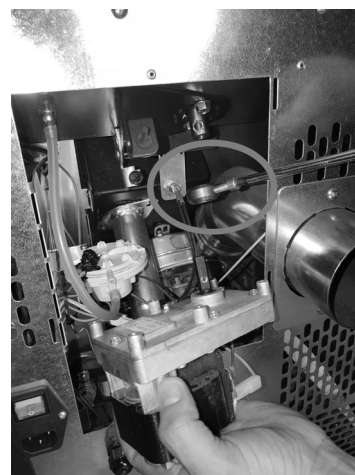

Fig. 38 - Fjern reduktionsmotoren
- Fjern reduktionsmotoren ved at løsne skruen der blokerer den (se **Fig. 38**).